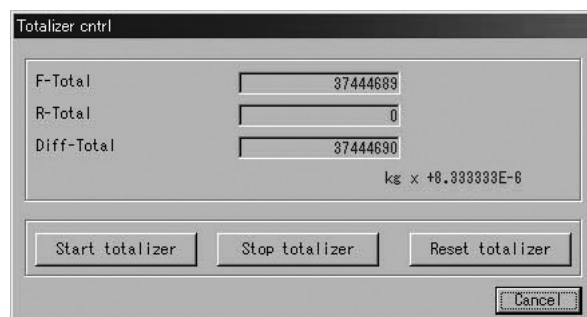

図19
- ② H/Lアラームは「Status output」の「H/L alarm vars」にて選択した項目が「High alarm point」または「Low alarm point」に達した時に「H/L alarm status」の表示が「No Triggered」から「Triggered」となり、ステータス出力が「ON」→「OFF」に切り替ります。
- ③ H/Lアラーム用のメッセージボックスを消す場合は「Cancel」をクリックしてください。
- ① 画面上部メニューの「Process Variable(V)」をクリックし、「Totalizer cntl」を選び再度クリックすると、図19のような積算流量値計測用のメッセージボックスが現れます。